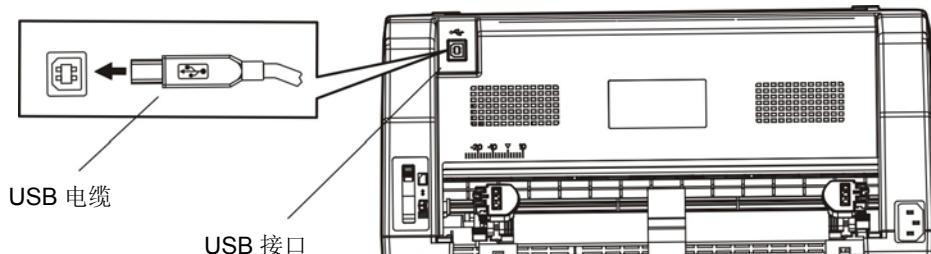

图 2-9 连接 USB 电缆
本打印机可配置 USB 接口和 Wi-Fi (产品的具体接口配置，以实物为准)。请根据需要，用相应的接口电缆把打印机与计算机相连【如图 2-9 所示】。
2. 将 USB 电缆的 B 端插头（方型）插进打印机的 USB 接口插座中（如图 2-9 所示）。